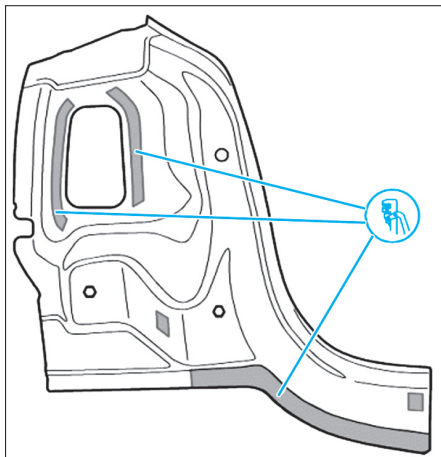

FIG. 118
- Perforer la pièce neuve comme illustré (Fig.118).